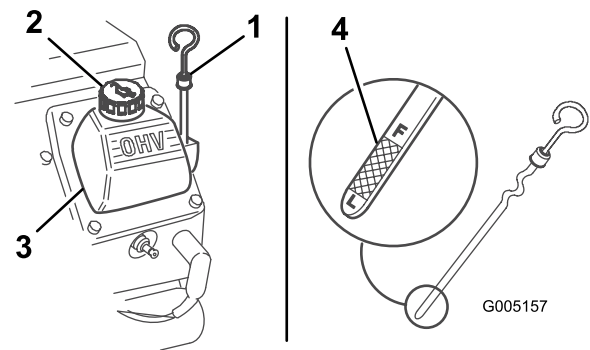

Figure 8
3. Nettoyez la surface autour de la jauge d'huile (Figure 8).
4. Sortez la jauge d'huile et essuyez soigneusement l'extrémité métallique (Figure 8).
5. Enfoncez la jauge complètement dans le tube (Figure 8).
7. Si le niveau est bas, nettoyez la surface autour du bouchon de remplissage et enlevez le bouchon (Figure 8).
8. Versez lentement une quantité d'huile suffisante dans le couvercle de culasse pour amener le niveau au repère du plein (F).